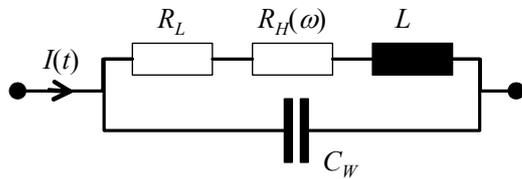

Bild 3: Ersatzschaltbild
b) Für den komplexen Widerstand $Z_L(\omega)$ der Ringkernspule ist in Bild 3 ein Ersatzschaltbild angegeben. Die Hystereseverlustleistung P_H wird durch den frequenzabhängigen Ersatzwiderstand $R_H(\omega)$ berücksichtigt. Leiten Sie eine Gleichung für $R_H(\omega)$ ab und geben Sie diese in Abhängigkeit von den auftretenden Parametern an, d.h. setzen Sie keine Zahlenwerte ein. (3 Punkte)